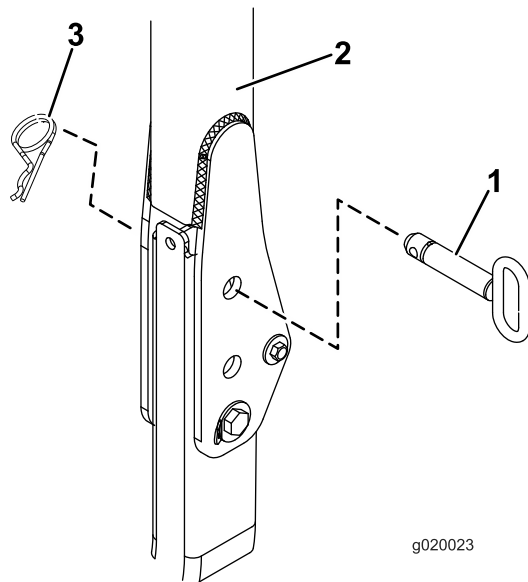

Figura 26
2. **Para unidades de tração Reelmaster 3555 e 3575**, passe para o passo 10. Para todos os outros modelos, com a barra de segurança na posição elevada, retire os pernos de gancho e os dois pinos (Figura 26).